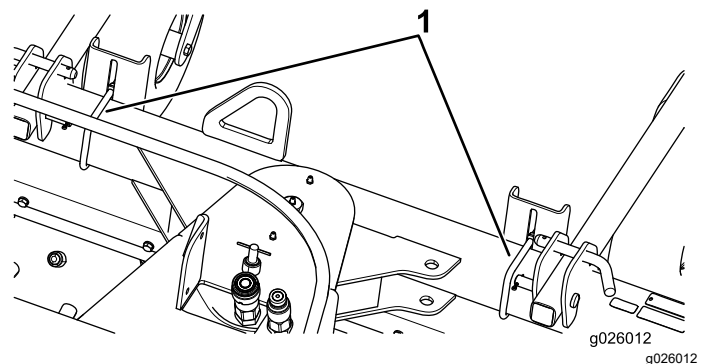

Figure 6
- Pour élargir l'écartement de la protection, desserrez les 2 étriers (3/8 po) de fixation du support de la protection (Figure 6).
- Pour réduire l'écartement de la protection, serrez les 2 étriers (3/8 po) de fixation du support de la protection (Figure 6).